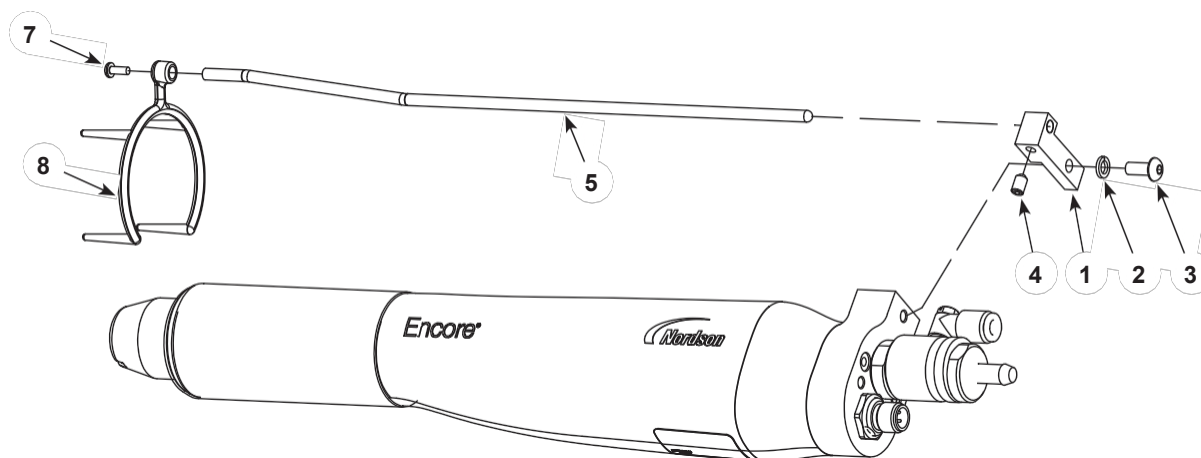

Figura 3-4 Pistol de pulverizare Conexiuni- Se prezintă duza conică
1. A se vedea figura 3-4. Instalați blocul de montare (1) pe pistolul de pulverizare cu șaiba de blocare M5 și șurubul (2, 3).
2. Introduceți tija colectorului (5) în bloc și fixați-o cu șurubul de fixare M5 x 8 (4) inclus în kitul colectorului de ioni.
3. Glisați vârful multipunct (6) pe piulița duzei și fixați-l pe tija colectorului cu șurubul M3 (7).
- A se vedea figura 3-4. Slăbiți șurubul de fixare (4) și îndepărtați vârful multipunct de capătul frontal al pistolului de pulverizare.